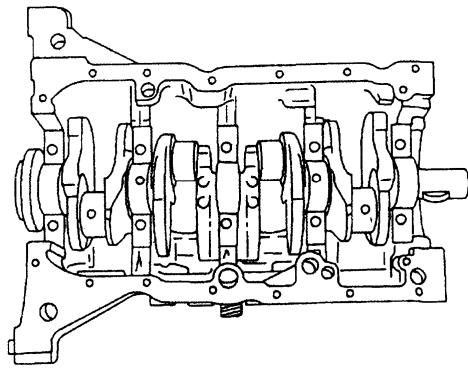

图 2-4-12 安装曲轴
(2) 给轴瓦、曲轴抹润滑油; 安装曲轴, 见图 2-4-12。